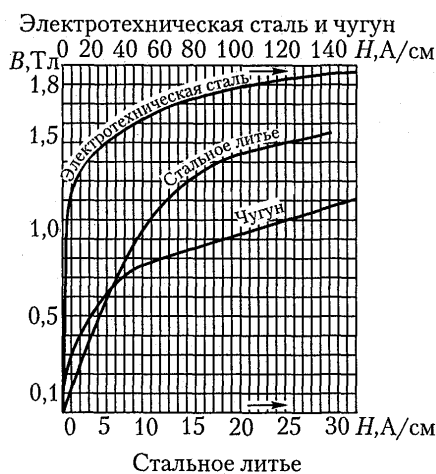

Рисунок 5.2 – Кривые намагничивания
4. По кривым намагничивания (рисунок 5.2) для каждого ферромагнитного участка определяют напряженность магнитного поля H или по таблице 5.1. Напряженность поля в воздушном зазоре или неферромагнитном участке